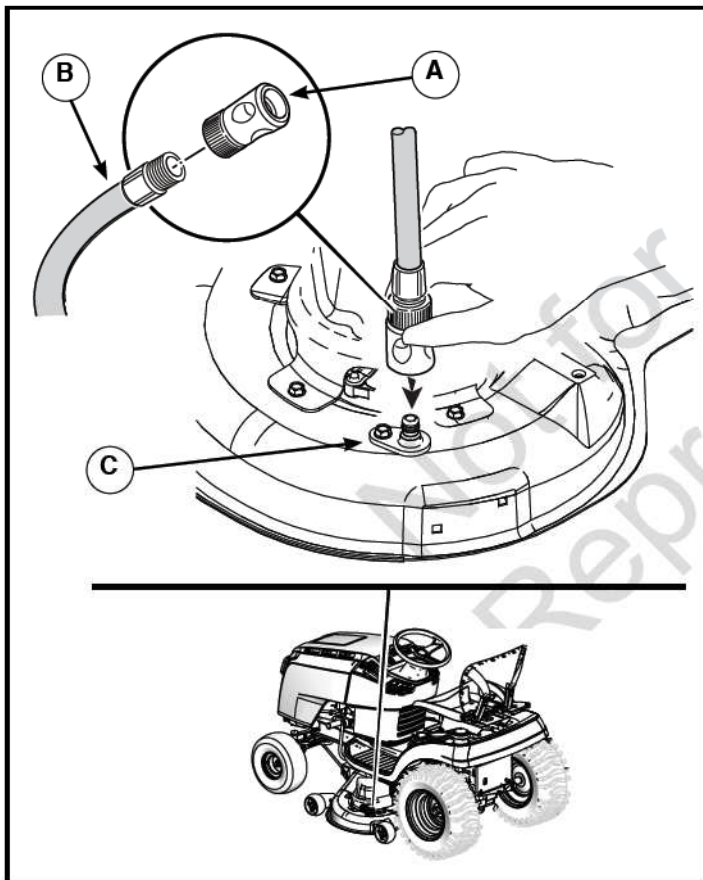

Figure 14
2. Attacher le dispositif de déconnexion rapide (A, Figure 14) au tuyau d'arrosage (B) et le brancher au raccordement eau (C) sur le plateau de coupe.